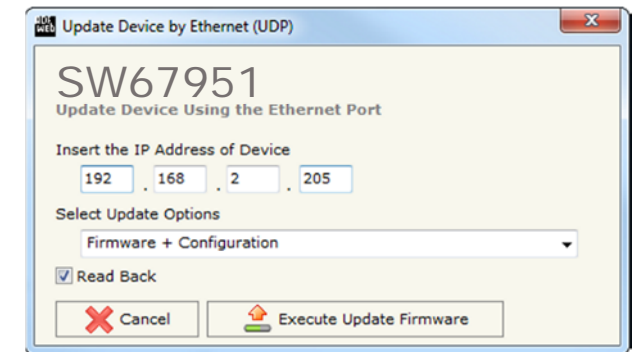

Abb. 10: Geräteupdate
- Wählen Sie aus, welche Operationen Sie durchführen wollen (Abb. 10).